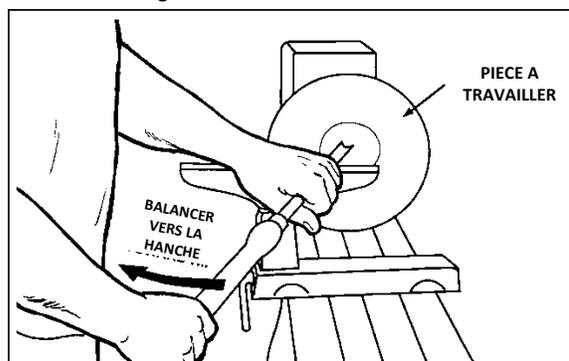

Figure 10-11
5. Placer la gouge coudée de 1/2 po sur le support d'outils au centre de la pièce à travailler avec la goujure tournée vers le haut du bol. La poignée de l'outil doit être à niveau et orientée à quatre heures, comme indiqué dans la figure 10-11.
- Utiliser la main gauche pour contrôler le bord tranchant de la gouge, tandis que la main droite déplace la poignée de l'outil vers votre corps (Figure 10-11). La goujure devrait commencer orientée vers le haut de la pièce à travailler, et tourner vers le haut en s'enfonçant dans le bol pour maintenir une courbe homogène et propre. Au fur et à mesure que l'outil pénètre plus profondément dans le bol, déplacer l'outil progressivement vers le bord. Il peut être nécessaire de tourner le support d'outils dans la pièce au fur et à mesure que le bol est approfondi.